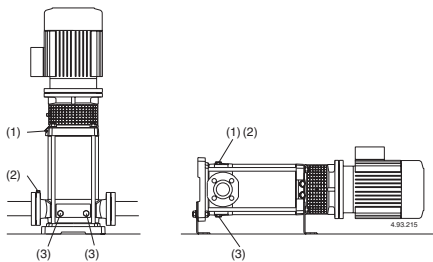

Рис. 4 (1) Наполнение и отдушина
При положении насоса выше уровня перекачиваемой жидкости (работа в режиме всасывания, рис. 3А) или при недостаточной высоте напора (менее 1 м) для открытия обратного клапана наполните всасывающую трубу и насос через соответствующее отверстие (1) (рис. 4).
Во время наполнения винт со штифтом (14.17) в сливной пробке (14.12) должен быть откручен, чтобы имелось соединение между камерой подающей части и камерой всасывающей части (рис. 4а).
Рис. 4а Наполнение: внутренний проход открыт
Рис. 4с При работе: внутренний проход открыт
При работе под гидравлическим напором (рис. 3В) наполняйте насос, медленно открывая задвижку на всасывающей трубе до полного раскрытия; при этом, задвижка в подающей трубе и отдушны (1) и (2) должны быть полностью открыты (рис. 4), чтобы выпустить воздух.
Закройте отдушины (1) и (2) (рис. 4). Для MXV-B, MXV(L) 25–32–40 и MXV(L)4 25–32–40 Затяните игольчатый винт (14.17) в сливной заглушке (14.12) (рис. 46) и закройте отверстие для выпуска воздуха (14.04).
Если заливка прерывается (непостоянный поток на подаче при открытых задвижках) или если давление на манометре колеблется, провести повторный выпуск воздуха на всасывании (2), проверить герметичность всех соединений всасывающей трубы и крепко затянуть выпускную заглушку (2) и сливные заглушки (3) со стороны всасывания (рис. 4).
По возможности, как в случае временной работы с грязными жидкостями, прокачайте через насос немного чистой воды для удаления осадков. Либо, после слива воды, промойте насос, залив не менее 40 л чистой воды в заливное отверстие (1) со стороны подачи и дайте выйти через сливное отверстие (3) со стороны всасывания (рис. 4).
Перед разборкой насоса отсоединить провод от зажимной коробки, закройте задвижки на всасывании и подаче и слейте жидкость из корпуса насоса (рис. 4).